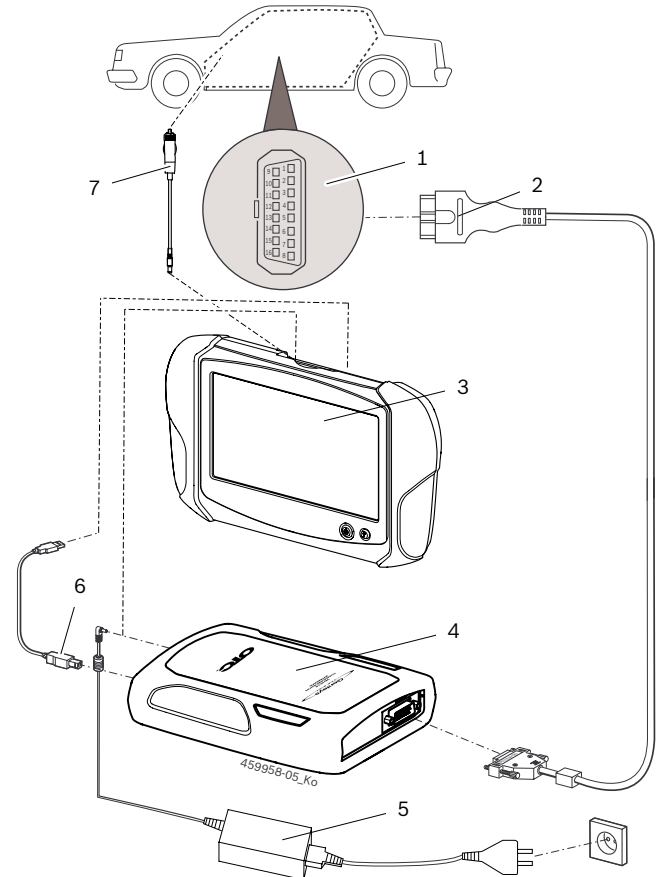

Fig. 6: Schema di collegamento D650
Il collegamento all'interfaccia di diagnosi nel veicolo avviene mediante il cavo di diagnosi (fig. 6, pos. 2).